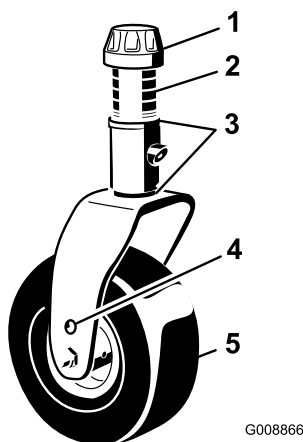

Figure 24
3. Enlevez le chapeau de tension de l'axe de pivot (Figure 24) et sortez l'axe du bras de pivot. Remplacez les 2 cales (3 mm) sur l'axe de pivot comme à l'origine. Insérez le nombre correct d'entretoises de 13 mm sur l'axe pour obtenir la hauteur de coupe voulue.
4. Poussez l'axe de pivot dans le bras pivotant avant. Installez les cales (comme à l'origine) et les entretoises restantes sur l'axe de pivot. Fixez l'ensemble avec le chapeau de tension (Figure 24).